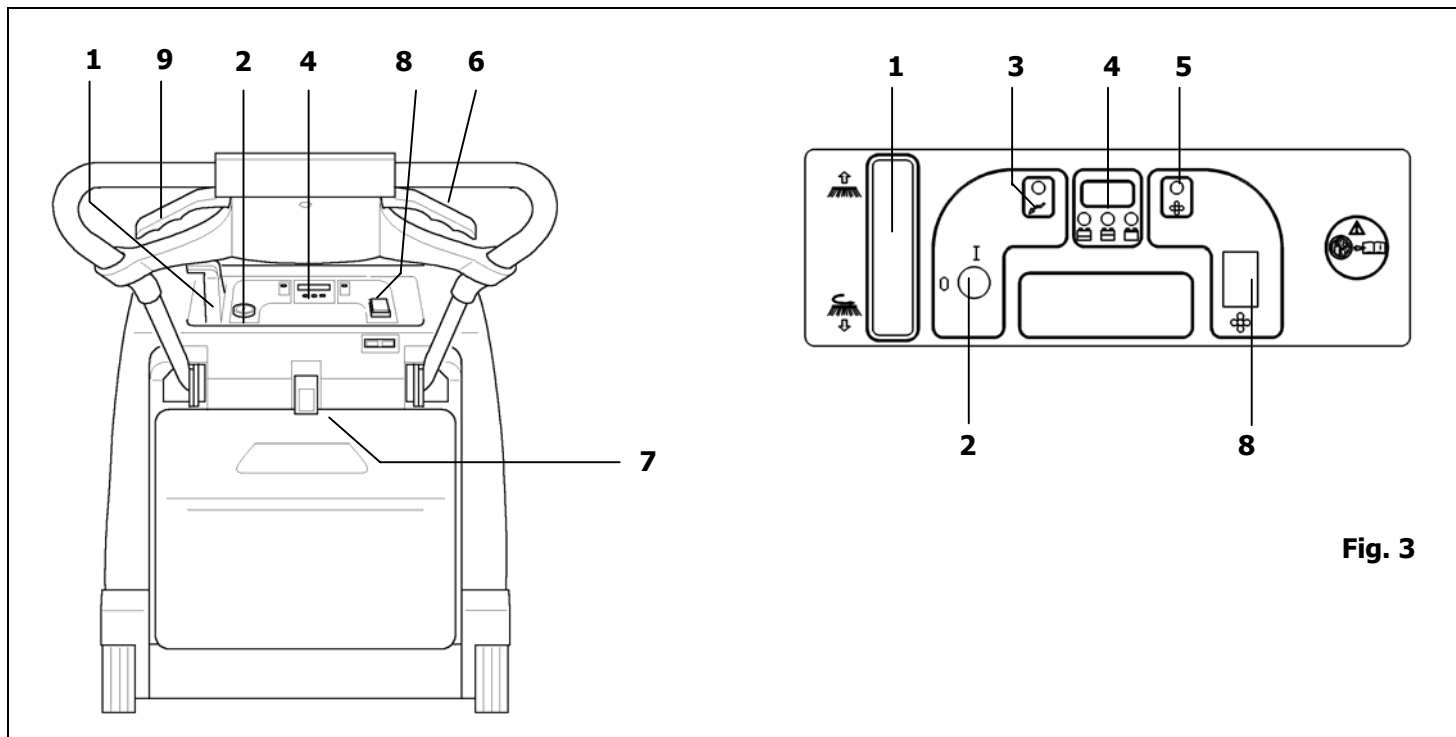

Fig. 3
- Coloque la palanca que levanta el cepillo (**pos. 1 Fig. 3**) en posición **OFF**.
- Controle que el cepillo lateral **pos. 1 Fig 3** esté en posición **0**.
- Coloque en posición I el interruptor pos. 2 Fig. 3. Espere unos 10" antes de accionar la máquina.
- Controle con el indicador **pos. 4 Fig. 3** que la batería esté completamente cargada antes de comenzar a trabajar; por el contrario, ponga a cargar la batería.
Tire de la palanca de tracción **pos. 6 Fig. 3** y comience a limpiar
Si es necesario, accione la palanca **pos. 1 Fig. 3** colocándola en **posición I** para activar el cepillo lateral. Al concluir el trabajo coloque, si la utilizó, la palanca del cepillo lateral en la **posición 0**. Apague la máquina y quite las llaves del tablero de mandos.
La duración de la batería dependerá del mantenimiento periódico y del nivel de descarga alcanzado. No descargue la batería más allá del límite señalado por el indicador pos. 4 Fig. 3. Alcanzado el límite máx. de descarga, la máquina se detiene y debe ser recargada para poder reanudar el trabajo.